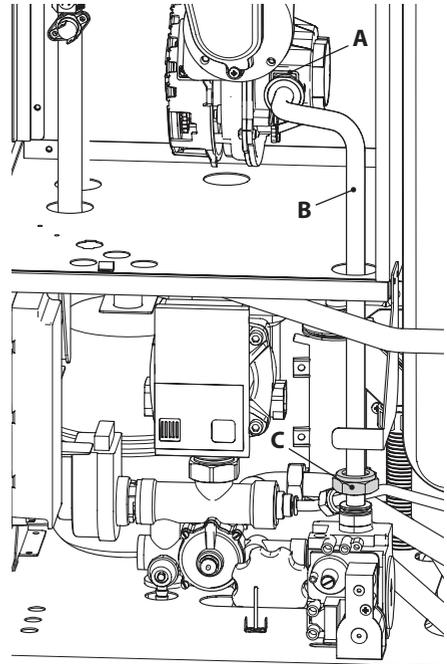

Figura 8.1
- Quite la horquilla **A**, desenrosque la tuerca loca **C** y extraiga el tubo del gas **B** (Figura 8.1).
Atención: para el reensamblaje realice las operaciones efectuadas en orden inverso, asegurándose de no estropear la junta tórica del gas al introducir el tubo en el aro-tech, y realice la prueba de estanqueidad del gas tras haber apretado la tuerca loca del tubo de gas (Figura 8.1).